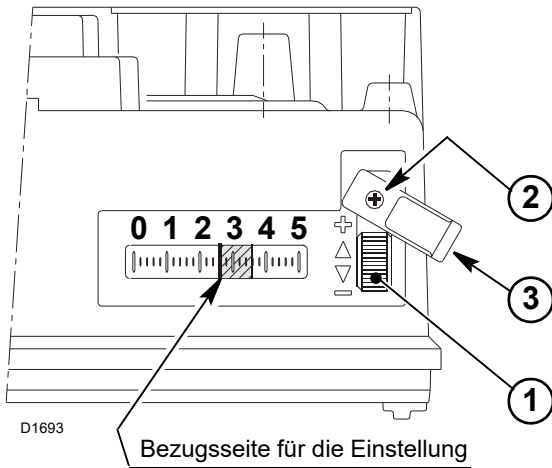

Abb. 9
Zum Einstellen am Drehknopf 1)(Abb. 9) drehen, dazu vorher die Schraube 2) leicht lockern und den Schutz 3)(Abb. 9) drehen.
- Nach erfolgter Einstellung den Schutz 3) wieder richtig anbringen und die Schraube 2)(Abb. 9) eindrehen.
- In Abb. 9 wird eine Luftklappeneinstellung für einen Durchsatz von 2,1 kg/h (Kerbe 2,6) dargestellt.